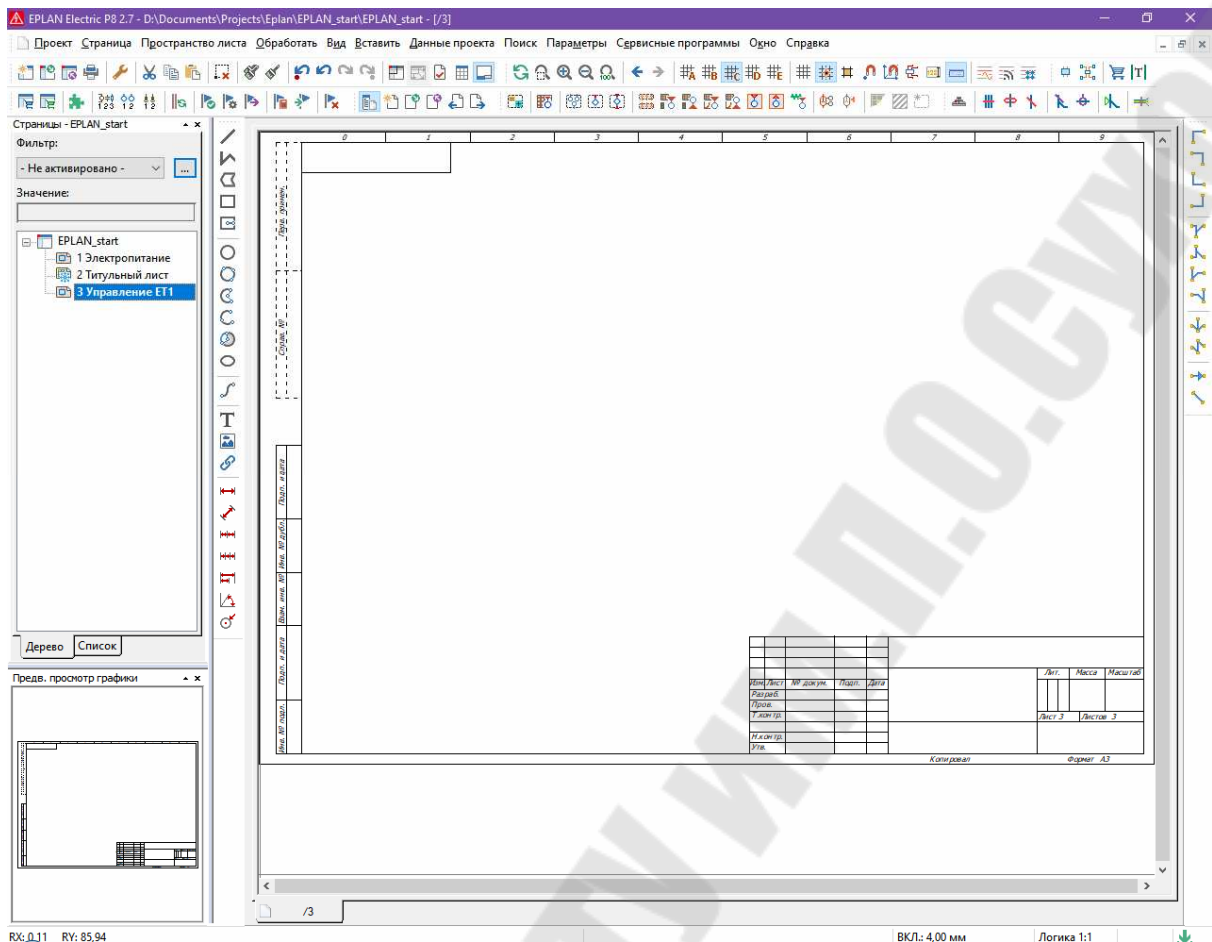

Рис. 1.5
Затем выберите в поле **Тип страницы** запись Многопол. схема соедин. (I) и внесите в поле **Описание страницы** текст Управление ЕТ1 (рис.1.5).